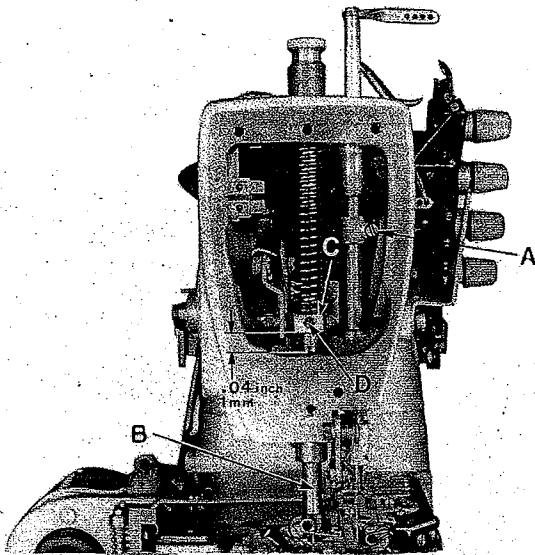
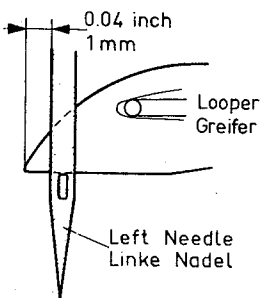

Fig.11
Fig.13
2. Loosen screw (A, Fig. 11) and turn needle bar until the needles center the needle holes of throat plate.
3. Retighten screw (A, Fig. 11).
2. Lösen Sie die Schraube (A, Fig. 11) und drehen Sie die Nadelstange so, daß die Nadeln mittig in die Stichlöcher einstecken.
3. Ziehen Sie die Schraube (A, Fig. 11) wieder an.
The height of needle bar is correct when the looper point at its travel from right to left is 1 mm = .040 inch left of the left needle (Fig. 13) and the top of the needle eye is even with the underside of the looper. Loosen screw (A, Fig. 11) for this adjustment and move needle bar up or down as required. Retighten screw (A).
Die Nadelstangenhöhe ist richtig eingestellt, wenn die Greiferspitze bei ihrem Weg von rechts nach links 1 mm links der linken Nadel steht (Fig. 13) und Oberkante Nadelöhr und Unterkante Greifer in gleicher Höhe stehen. Lösen Sie für diese Einstellung die Schraube (A, Fig. 11) und schieben Sie die Nadelstange nach Bedarf nach oben oder unten. Ziehen Sie die Schraube (A) wieder an.